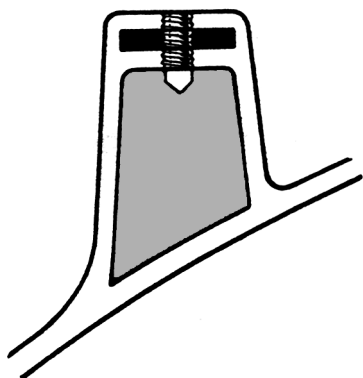

Fig 27.
- a. Borra samtliga hål för avsedda skruvar. Används motorbädd med inplastat plattjärn skall även järnet borras igenom och gängas. Plattjärnet tjänstgör vid fastdragningen som mutter (fig 27).